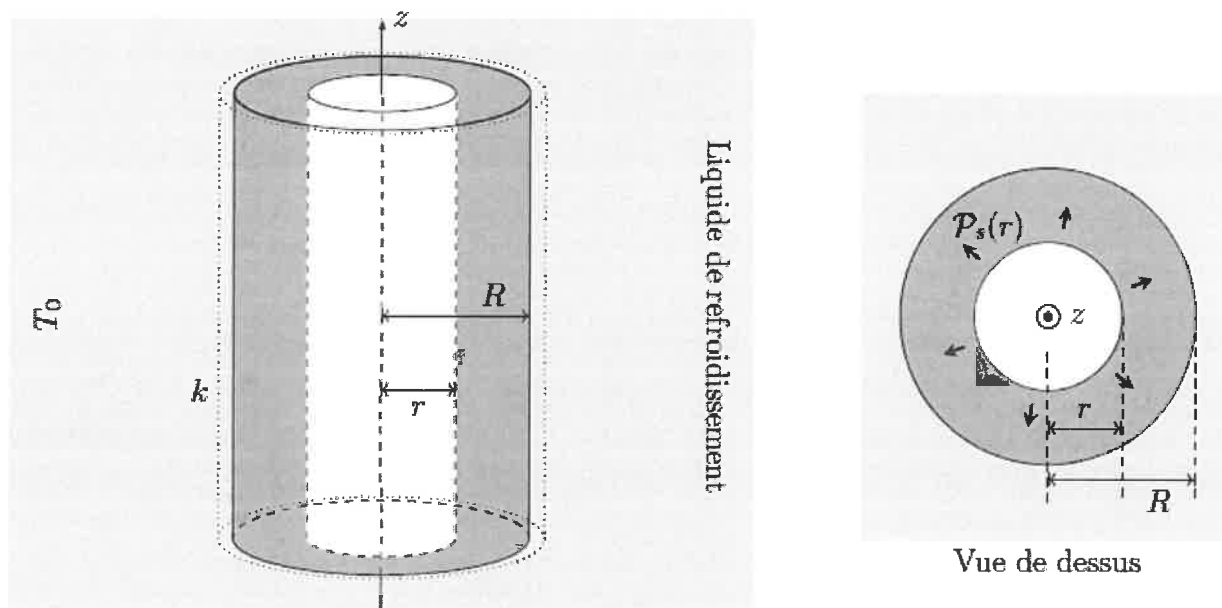

FIGURE 3 – Fil supraconducteur en régime stationnaire
Le matériau supraconducteur étudié a la forme d'un fil cylindrique de rayon  $R$ , de très grande longueur (figure 3). Il est entièrement plongé dans un liquide réfrigérant qui maintient une température uniforme  $T_0 < T_{sc}$ , avec lequel les échanges thermiques se font selon la loi de Newton.
**Q33.** Exprimer la puissance totale  $P_s(r)$  évacuée par une hauteur  $H$  de la partie du fil située au plus à la distance  $r$  de l'axe avec  $0 \leq r < R$ , cf. figure 3.